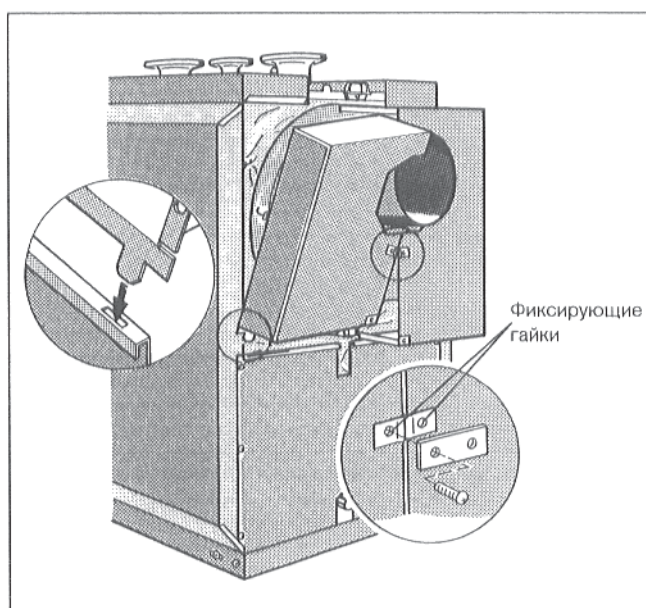

Рис. 16
- Вставить обе нижние петли верхних частей задней стенки в шлицы отбортовки нижней части задней стенки (Рис. 16).
- Навесить оба верхних крюка в отбортовку левой и правой части кожуха (Рис. 16).
- Плотно привинтить обе верхние части задней стенки, используя 2 соединительные петли и винты (Рис. 16).